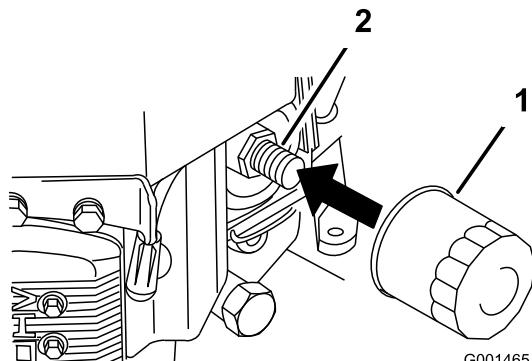

Figura 36
- Togliete il filtro usato (Figura 36).
- Spalmate un velo di olio nuovo sulla guarnizione di gomma del filtro di ricambio (Figura 36).
- Montate il nuovo filtro dell'olio nell'adattatore, giratelo in senso orario finché la guarnizione di gomma non sfiora l'adattatore, quindi serrate il filtro di altri 3/4 di giro (Figura 36).